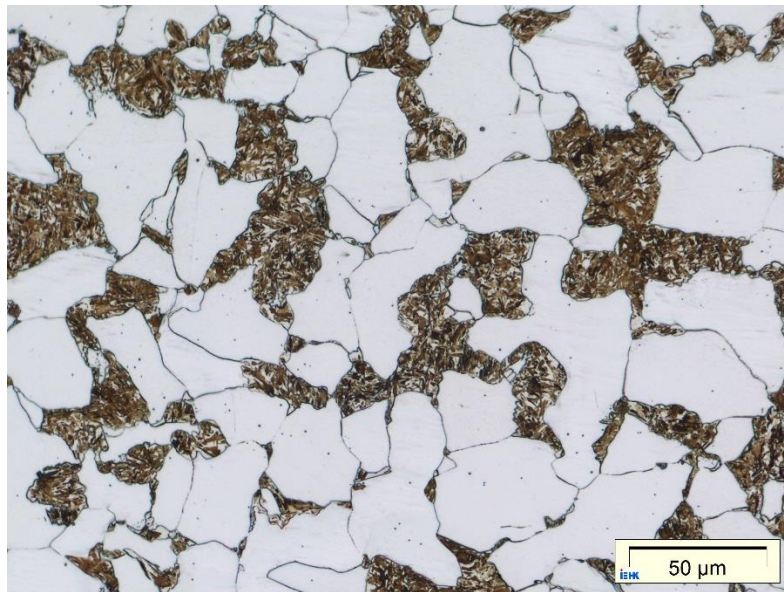

Abbildung1: Gefüeaufnahme DP-Stahl
- (a) In der Gefüge-Aufnahme (**Abbildung 1**) sehen Sie einen Dualphasen-Stahl (DP-Stahl) nach 5%iger $\text{Na}_2\text{S}_2\text{O}_5$ Ätzung. Welche Phasen liegen vor? Beschriften Sie die Phasen in der Gefüeaufnahme. (2 Punkte)